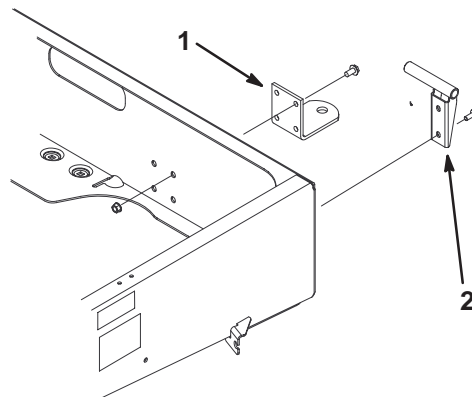

Figura 7
2. Monte el pivote de la izquierda en la esquina izquierda trasera del bastidor con 2 tornillos de arandela prensada (3/8 x 1 pulgadas). Coloque el pivote tal y como muestra la Figura 7.